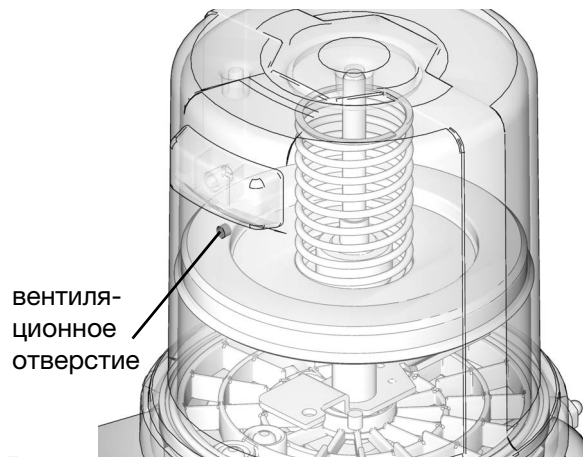

Рис. 16
3. Заправляйте смазку в резервуар до тех пор, пока прижимная пластина не откроет вентиляционное отверстие (Рис. 16) и из резервуара не выйдет большая часть воздуха.